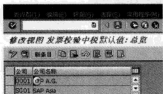

图 7-84 “修改视图发票校验中税默认值：总览”界面
STEP ① 在命令栏输入 SPRO 命令，通过菜单选择“物料管理→后勤发票校验→收到的账单→维护税代码的默认值”选项，弹出“修改视图发票校验中税默认值：总览”界面，如图 7-84 所示。